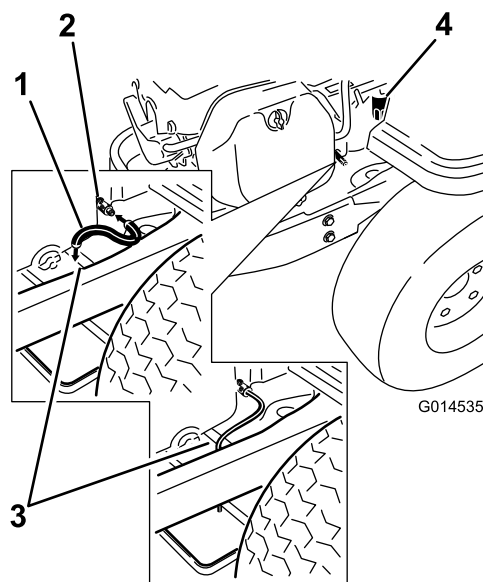

Figura 31
5. Pulite l'area attorno alla valvola di spurgo e sul telaio della macchina. Individuate il tubo di spurgo dell'olio e spostatelo sopra la valvola di spurgo (Figura 31).
- Infilate l'estremità opposta del tubo di spurgo dell'olio all'estremità del telaio (Figura 31).